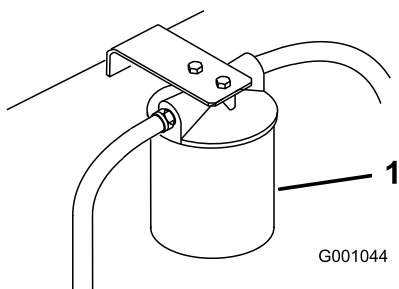

Figura 98
3. Collocate una bacinella di spurgo sotto il filtro, toglieate il filtro usato e pulite la guarnizione di riduzione del filtro (Figura 98).